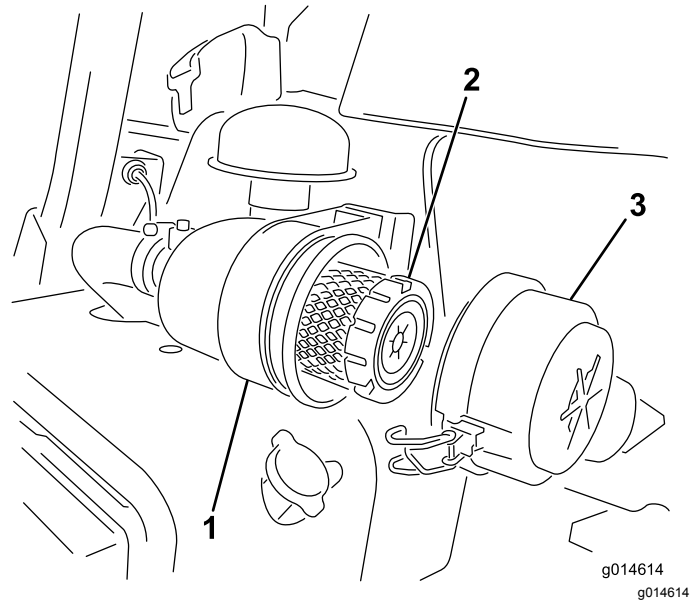

Figure 25
1. Desserrez les attaches qui fixent le couvercle sur le boîtier du filtre à air (Figure 25).
7. Fermez les verrous (Figure 25).